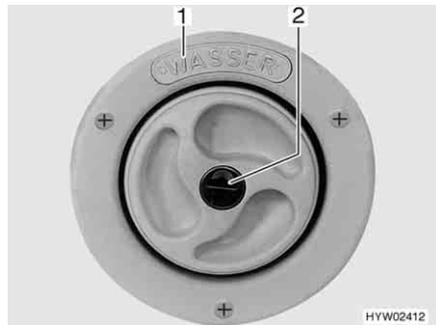
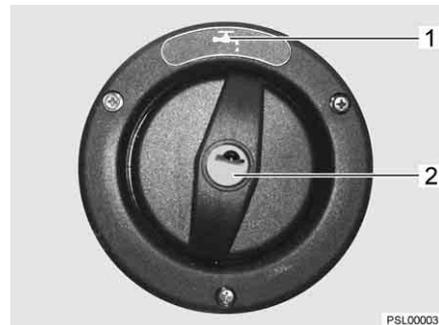

Fig. 34 Tapa de cierre para el tubo de llenado de agua potable
Fig. 35 Tapa de cierre para el tubo de llenado de agua potable (alternativa)
- ▷ El tubo de llenado de agua potable está marcado con el rótulo "WASSER" (agua) (Fig. 34,1) o con el símbolo "☰" (Fig. 35,1).
- Introducir la llave en el cilindro de cierre (Fig. 34,2 ó Fig. 35,2) y girar en sentido contrario a las agujas del reloj.